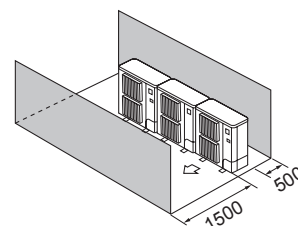

Fig. 2-15
- ④ Překážky pouze vepředu a vzadu (Fig. 2-15)